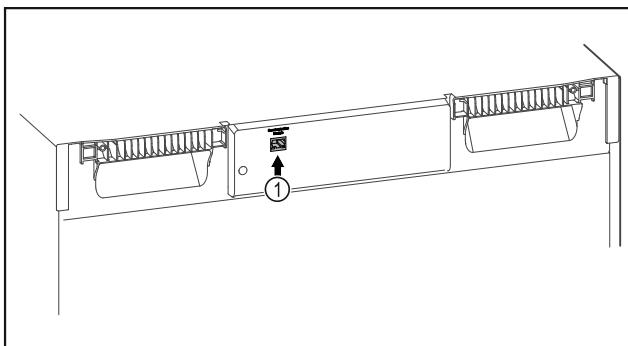

Fig. 98
Moduli SmartModule Fig. 98 (1) është vendosur.